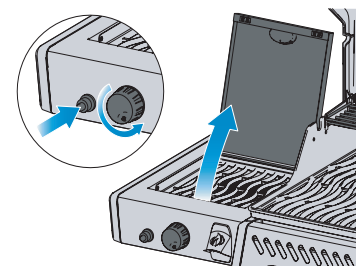

Fig. 3
4. Jeśli palnik nie zapala się - przekręć pokrętkę palnika zgodnie z ruchem wskazówek zegara do pozycji OFF. Poczekaj 5 minut. Powtórz kroki 2 i 3. (Rys. 3)
3. Jednocześnie obracać odpowiednim pokrętkiem palnika do góry. (Rys. 3)